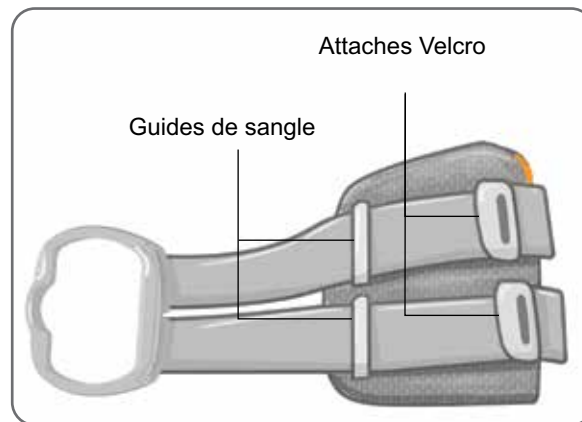

Figure 6-2 : Sangle pour jambière fixée sur la jambière normale
- Faites glisser la sangle à travers les guides et boucles prévus à cet effet sur la jambièrè. Vérifiez que les attaches Velcro sont orientées vers l'extérieur de la jambièrè. Appuyez sur les attaches Velcro pour fixer la sangle. Reportez-vous à la figure 6-2.